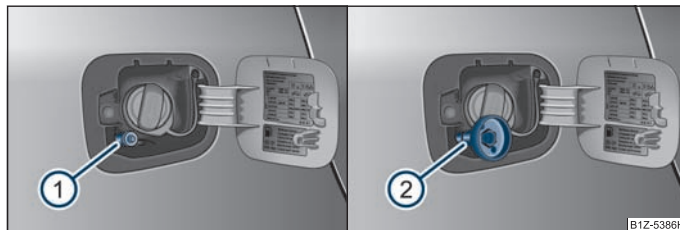

Fig. 3 Rifornimento di GPL
- Svitare il tappo di chiusura della bocchetta di rifornimento del GPL ① ab ⇒ fig. 3.